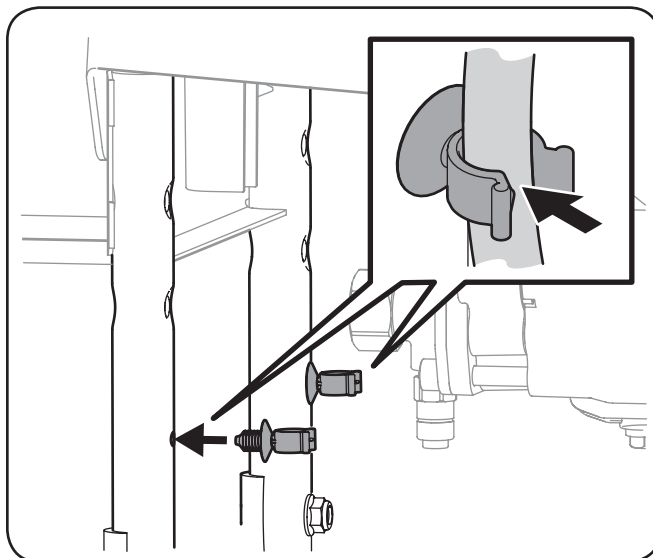

Figura 3-9
2. Coloque las dos trabas plásticas para manguera que se incluyen con el tubo de entrada de jabón, dentro de los orificios del bastidor provistos. Consulte la Figura 3-9.
4. Pase el tubo de entrada de jabón por las dos trabas que se colocaron en el Paso 2. Consulte el recuadro de la Figura 3-9.